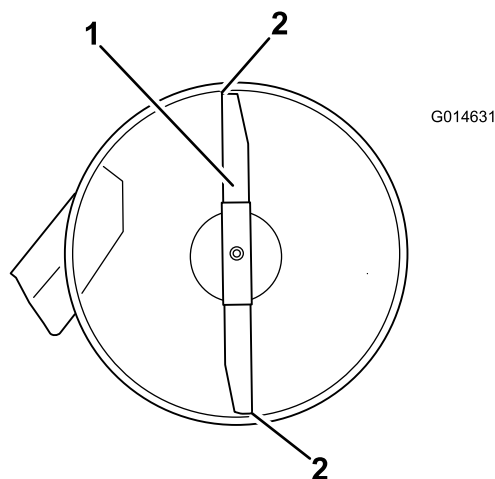

Figura 52
4. Gire cuidadosamente las cuchillas colocándolas en el sentido de avance de la máquina (Figura 52).
5. Mida entre la punta de la cuchilla delantera y la superficie plana y entre la punta de la cuchilla trasera y la superficie plana (Figura 52).
- Después de realizar el ajuste, compruebe de nuevo la inclinación longitudinal, y siga ajustando la tuerca hasta que la punta de la cuchilla delantera esté entre 1,6 y 7,9 mm más baja que la punta de la cuchilla trasera (Figura 52).